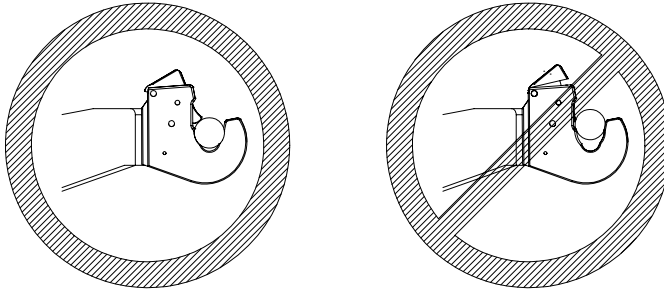

Fig. 6.9: vergrendeling van de kogels
- Controleer of de kogels correct vergrendeld zijn, zie fig. 6.9.